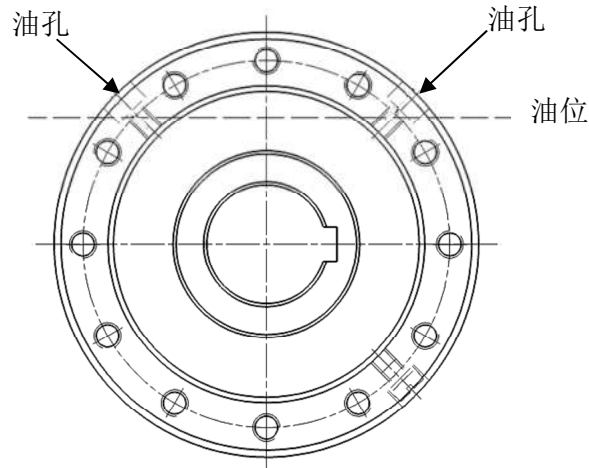

图3
单向离合器初次运行前必须检查油位。(如图3)。
- 转动单向离合器的外环，使其中的两个油孔位置朝上并与中心线成 **45°** 角（如图 3 所示）。